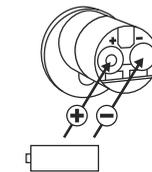

Abb. 3
- ③ Legen Sie zwei neue Batterien ein. Achten Sie dabei auf die korrekte Polung gemäß der Zeichnung (Abb. 3).